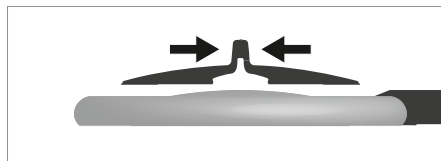

Fig. 2: Montar la cubierta de lupa.
- Comprima la cubierta de lupa en su parte superior, ver fig. 2.